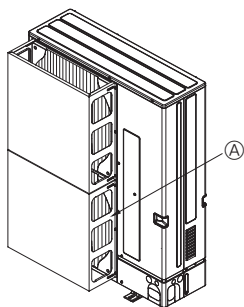
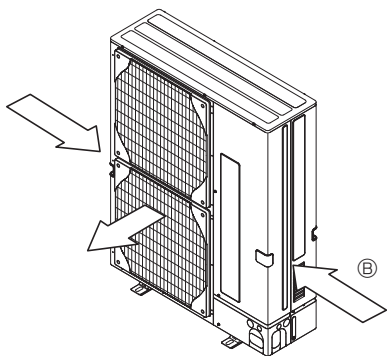

Fig. 2-4
Fig. 2-5
② Montera en extra luftledare om enheten installeras på en plats där kraftig vind från tyfoner osv kan komma direkt in i luftutblåset. (Fig. 2-4)
③ Luftskyddsguide
④ Placera om det går enheten så att luftutblåset blåser vinkelrätt mot den säsongsbetingade vindriktningen. (Fig. 2-5)
⑤ Vindriktning